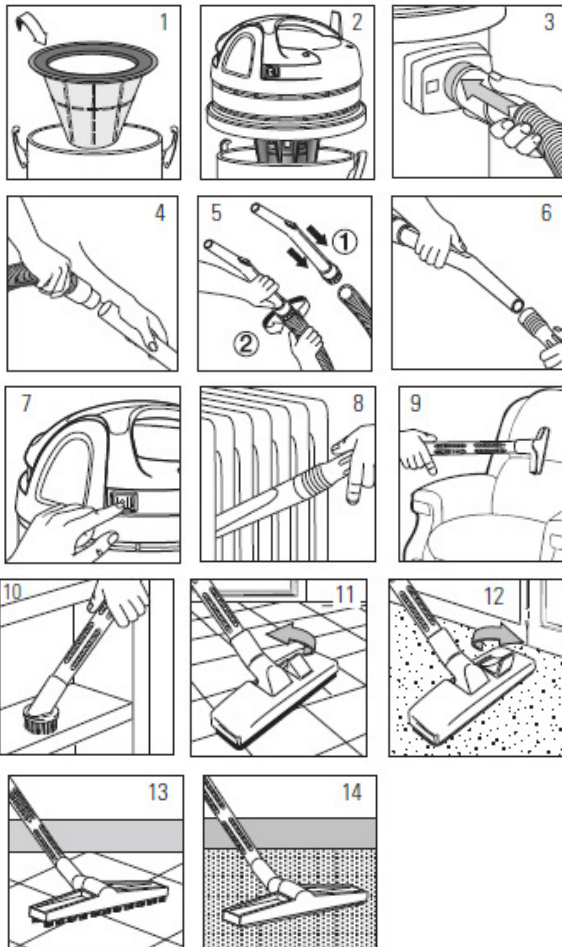

Abb. 7: Betrieb
Kunststofffahrwerk und Halterungen für Düsen und Saugrohr (Abb. 7)
- Schritt 1: Filterpatrone in Behälter einsetzen (Pos. 1, Abb. 7)
- Schritt 2: Motorkopf auf Behälter setzen und mit Klammern befestigen (Pos. 2, Abb. 7)
- Schritt 3: Schlauch am Saugstutzen anschließen (Pos. 3, Abb. 7)
- Schritt 4: Saugrohr auf Saugschlauch stecken (Pos. 4, 5 und 6, Abb. 7)
Schritt 7: Gerät erst einschalten, nachdem das vorliegende Handbuch aufmerksam gelesen worden ist, das jeden Teil und alle Funktionen beschreibt (Pos. 7, Abb. 7)
- Beispiel für den Gebrauch der Fugendüse (Pos. 8, Abb. 7)
- Beispiel für den Gebrauch der Polsterdüse (Pos. 9, Abb. 7)
- Beispiel für den Gebrauch der Rundbürste (Pos. 10, Abb. 7)
- Beispiel für den Gebrauch der Bürste für Bodenreinigung (Pos. 11-13, Abb. 7)
- Beispiel für den Gebrauch der Bürste für Teppichreinigung (Pos. 12-14, Abb. 7)